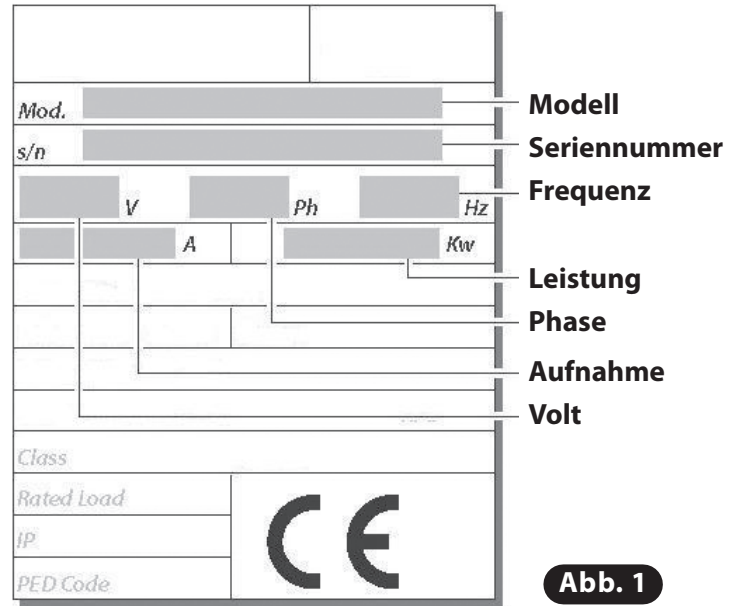

Abb. 1
- Der externen Verpackung aus Karton: 1 Etikett (**Abb. 1**).